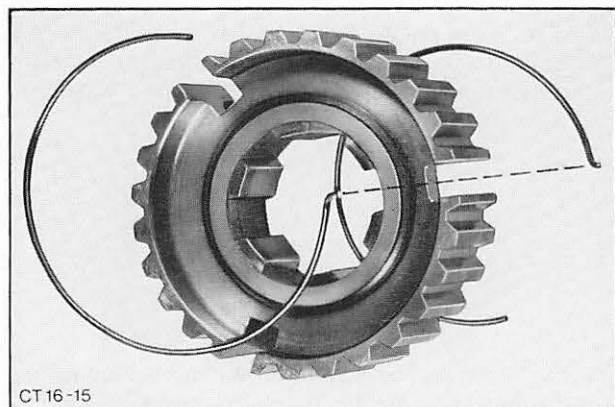

Abb. 96 Synchronfedern einbauen
25. Synchronkupplung 1./2. und 3./4. Gang zusammenbauen, dazu Synchronriegel einsetzen und Synchronfedern versetzt von einem Riegel ausgehend einlegen. Abb. 96. Markierung Schaltring und Nabe müssen übereinanderstehen.